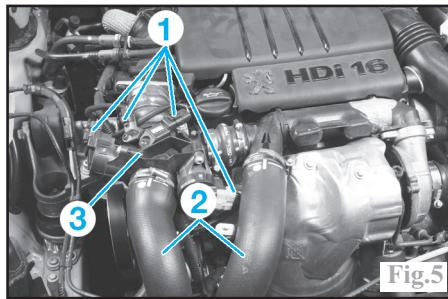

Fig.5
Déconnecter les connecteurs (1) (Fig.5).